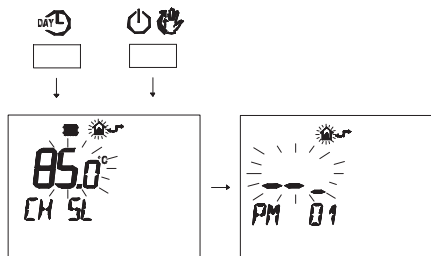

Figura 5.42
- Premere contemporaneamente i pulsanti DAY (☀️) e P (👤) per entrare nella programmazione trasparente (Figura 5.42).